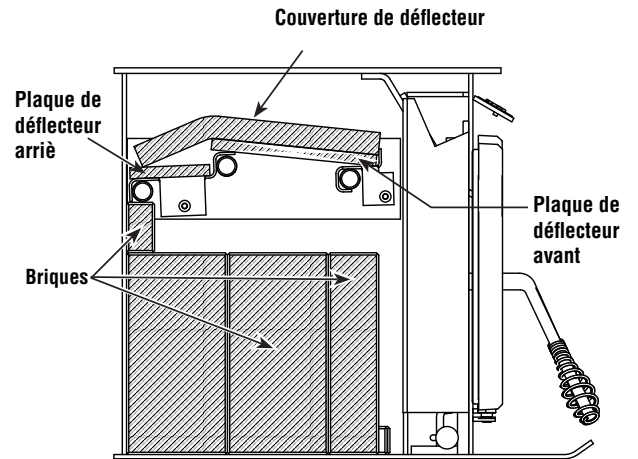

Figure 14
4. La dernière étape de l'installation de la plaque de déflecteur et de la couverture de déflecteur consiste à installer les plaques de déflecteur avant. Les plaques de déflecteur avant sont les deux plaques de déflecteur qui restent, c'est-à-dire les deux plus grandes plaques de déflecteur de l'ensemble de quatre plaques de déflecteur. Elles sont installées avec la dimension 7-3/8 po de l'avant vers l'arrière de la boîte à feu. Commencer par poser l'arrière de la plaque sur le déflecteur arrière en s'assurant qu'il est placé suffisamment à l'arrière pour le lever et l'engager sur le déflecteur avant. Ensuite placer le bord avant des plaques de déflecteur avant au-dessus du déflecteur avant et les glisser vers l'avant de la boîte à feu jusqu'à ce qu'elles buttent contre le bord du déflecteur avant. Répéter avec chaque plaque de déflecteur avant, une du côté droit de la boîte à feu et l'autre du côté gauche de la boîte à feu. Confirmer que la couverture de déflecteur est directement au-dessus des plaques de déflecteur et qu'elle ne dépasse pas du déflecteur avant ou des plaques de déflecteur avant comme illustré à la **figure 14** (voir aussi la remarque ci-dessus).